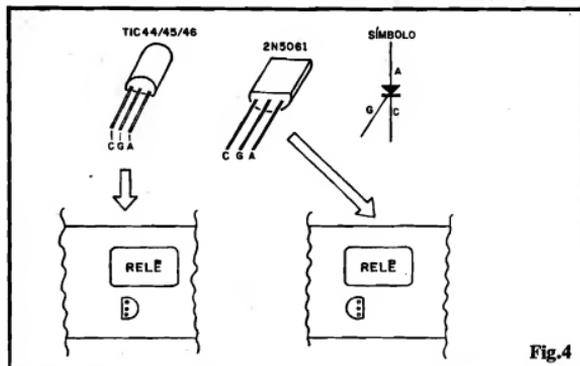

Fig.4
- FIG. 4 - IDENTIFICANDO A PINAGEM DO SCR - INSERINDO O COMPONENTE NA PLACA - Se o SCR obtido for da série TIC4X (TIC44, TIC45 ou TIC46...), a sua disposição de pinagem exigirá a inserção na placa nos moldes mostrados no diagrama da esquerda... Já se o dito SCR for de código 2N5061, a face "chata" do componente deve ficar voltada para o "outro lado", conforme se vê no diagrama da direita... Para lembrar os mais esquecidos, e favorecer aos iniciantes, mostramos